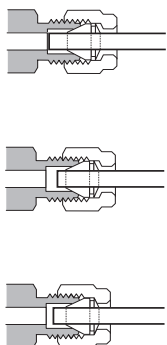

Figure 57. Raccord terminé
- 10 Des raccords correctement et incorrectement emboutis sont représentés à la **Figure 57**. Notez que l'extrémité du tube dans un raccord correctement embouti n'est pas écrasé et n'intervient pas avec le rôle des ferrules.